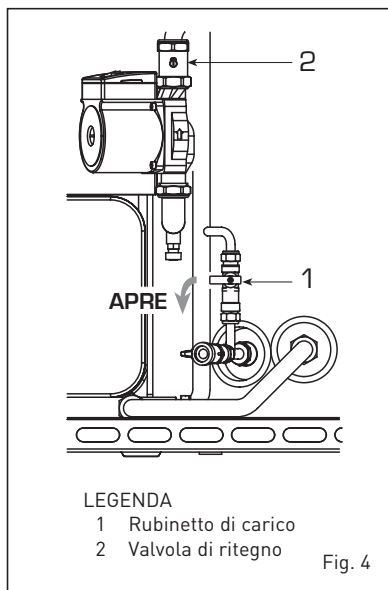

Fig. 4
2.4 RIEMPIMENTO IMPIANTO (fig. 4)